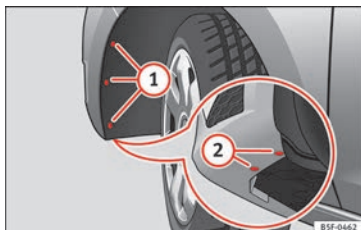

Bild 112 Dimljus: åtkomst till kontaktstycket och till glödlampshållaren.
- Avlägsna de 3 bultarna ① » bild 112 från insidan av hjulhuset och de 2 nedersta bultarna ② » bild 112 från stötfångaren med hjälp av en skruvmejsel.